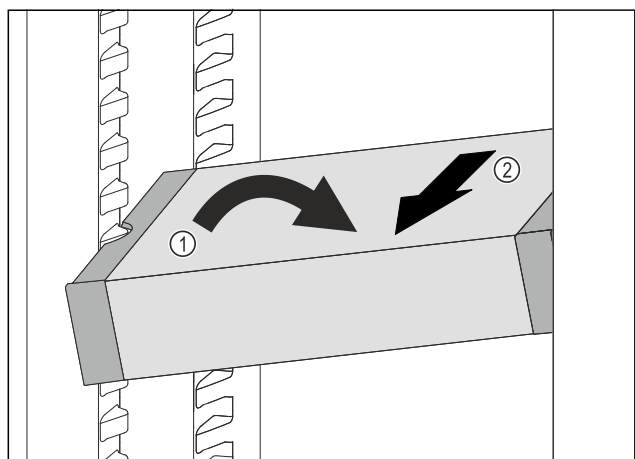

Fig. 94
- ▶ Расположите VarioSafe в холодильном отделении под наклоном. Fig. 94 (1)
- ▶ Извлеките VarioSafe движением вперед. Fig. 94 (2)